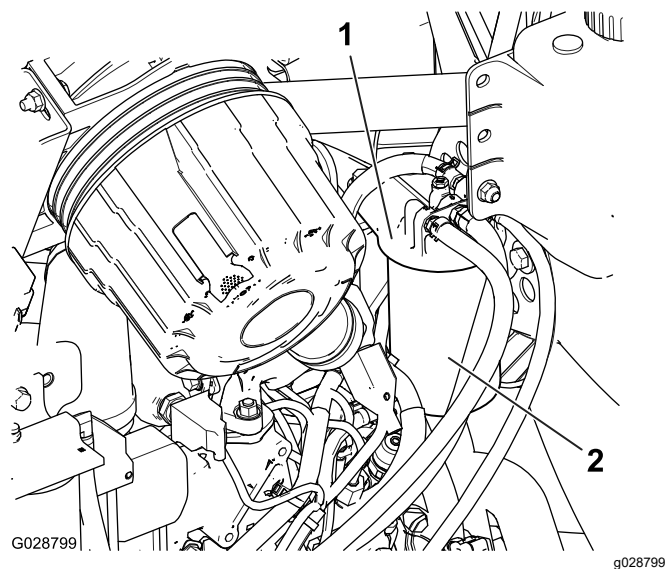

図 90
1. 燃料フィルタのヘッドの周囲をきれいに拭く図 90。
2. フィルタを外してフィルタヘッドの取り付け部をきれいに拭く図 90。